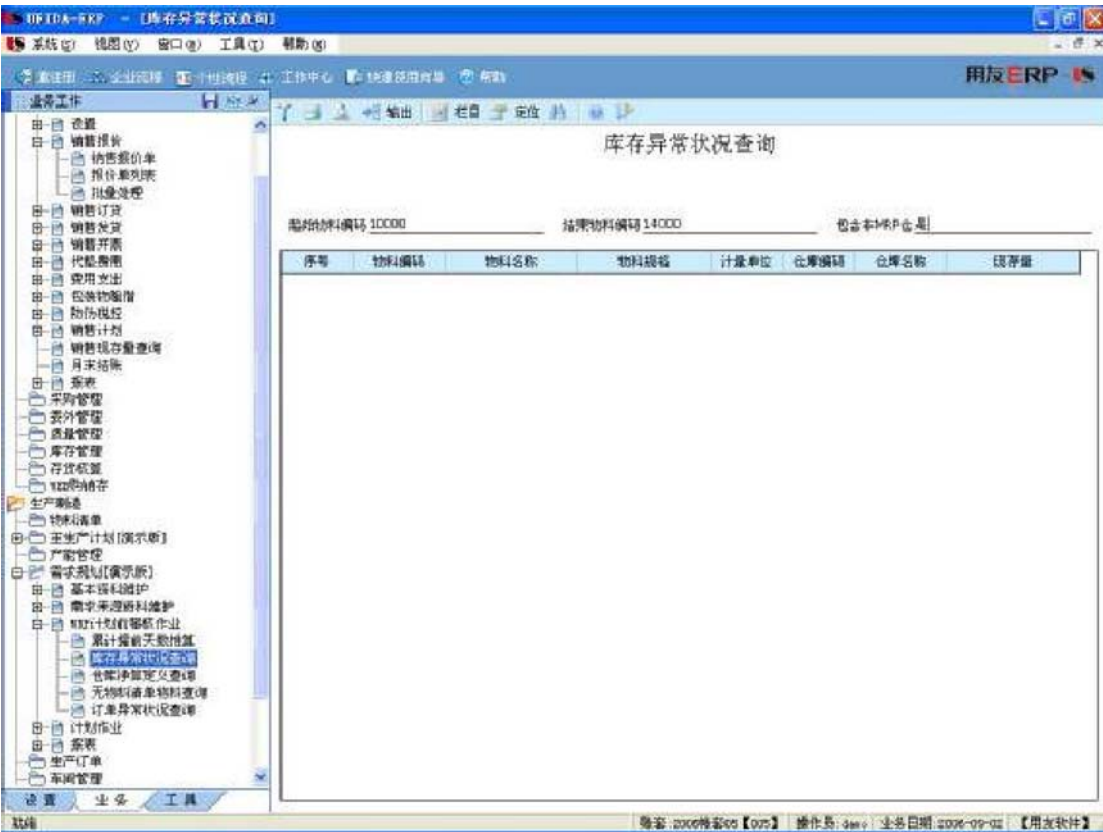

图 2-11 库存异常情况查询窗口
1. 进入用友 ERP-U8 企业应用平台，业务/生产制造/需求规划/MRP 计划前稽核作业/库存异常状况查询，弹出库存异常情况查询窗口（如图 2-11 所示）。